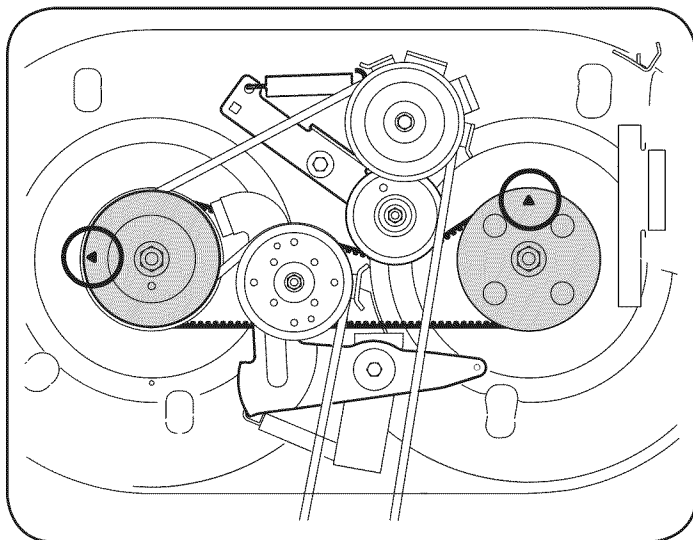

Figura 20
2. La parte superior de cada polea de husillo está marcada con una flecha. Vea la Figura 20. Las flechas deben estar perpendiculares (a un ángulo de 90°) entre sí.